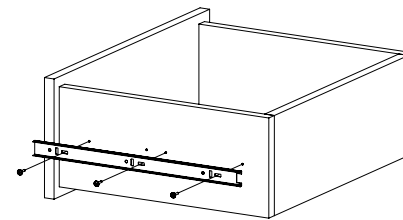
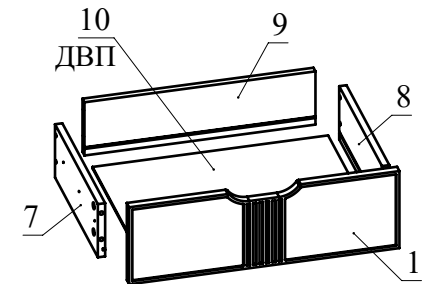

Рис.9
Рис.8
7. Соберите ящик. Для этого соедините детали 7 и 8 с деталью 9 при помощи конфирматов. Вставьте дно ящика 10 из ДВП в пазы деталей 7, 8, 9. Соедините фасад ящика с полученной конструкцией и затяните головки минификсов (Рис. 8). Закрепите внутренние планки направляющих на деталях 7 и 8 шурупами 3,5х16 (Рис. 9). При необходимости регулировки ящика выкрутите шурупы из круглых отверстий и перекрутите в овальные (продольные и вертикальные регулировочные отверстия). Не затягивая до конца шурупы, сместите ответную планку вверх-вниз. Затяните шурупы до конца.